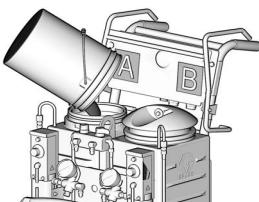

图 7 用 ISO 填满料桶
- 取下 A 桶盖，将 ISO 注入 A 桶（红色一侧，盖子上有干燥过滤器）。参见图 7.